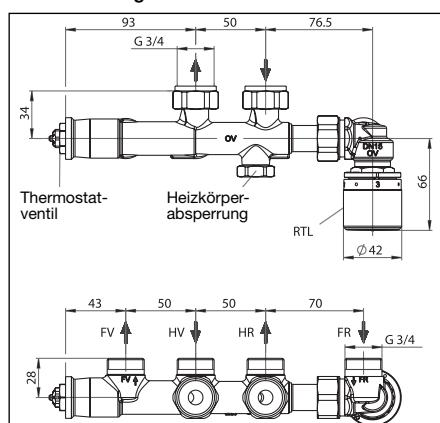
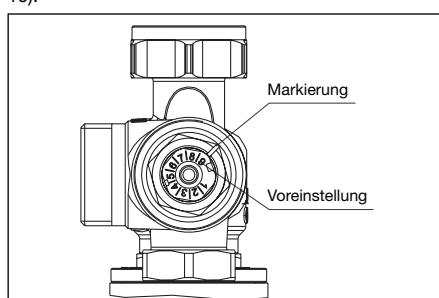

Abb. 3 Abmessungen Anschlussarmatur
Abb. 10 Voreinstellung Thermostatventil
Der Heizkörper ist unter Beachtung der Einbaumaße (Abb. 3) zu befestigen. Hierzu ist zudem der spätere Wandaufbau (z.B. Fliesen) zu berücksichtigen. Die Rohrleitungen des Heizkreises entsprechend ablängen.
Vor der Inbetriebnahme muss die Anlage aufgefüllt und entlüftet werden. Dazu ist zunächst die Voreinstellung des Thermostatventils in die größte Position zu drehen (Voreinstellung '9', Abb. 10).
Das Thermostatventil (Abb. 3) auf die berechnete Voreinstellung mit Gabelschlüssel SW 13 einstellen (Abb. 10).
Den Rücklauftemperaturbegrenzer (Abb. 3) auf den festgelegten Sollwert (Werkseinstellung: $3 \approx \text{ca. } 30^{\circ}\text{C}$) einstellen.
2. Schutzkappe von der Heizkörperabsperrung (Abb. 3) entfernen.